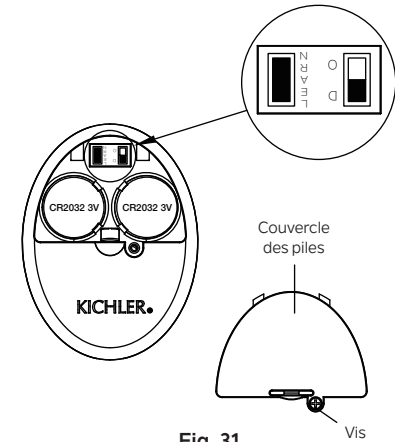

Fig. 31
Sinon, la télécommande ne fonctionnera pas. Pour effectuer ce processus manuellement, suivez les étapes ci-dessous : Après l'installation et le câblage de l'unité, rétablissez l'alimentation de votre ventilateur, appuyez sur la touche LEARN et maintenez-la enfoncée pendant 1 à 3 secondes, le ventilateur se mettra en marche à vitesse moyenne et la lumière (si installée) s'allumera. Cela confirme que le processus d'apprentissage est terminé. Cette opération doit être effectuée dans les 30 secondes suivant la remise sous tension du ventilateur. (Fig. 31)
REMARQUE : Assurez-vous que l'interrupteur à glissière dans le compartiment à piles marqué « DO » est en position « D ». (Fig. 31)
Étape 4. Remettez le couvercle de la pile et serrez avec un tournevis. (Fig. 31)